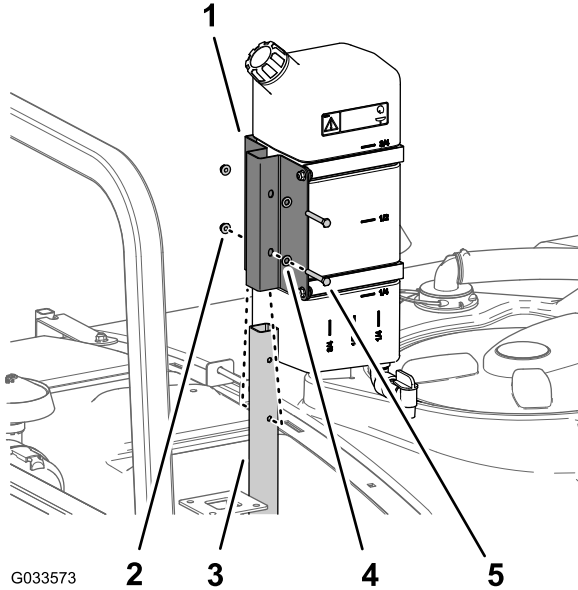

Figure 47
1. Fixez le réservoir d'eau douce et son support sur le tube de support à l'aide des 2 boulons (5/16 x 2¼ po) et des 2 contre-écrous à embase (5/16), comme montré à la Figure 47.